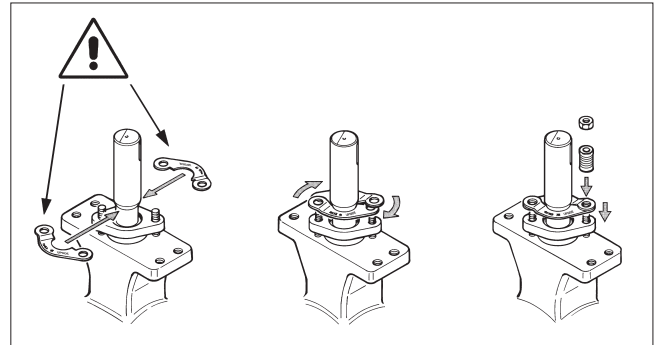

Abb. 10 Montage der Ausblassicherung.
- Lösen Sie die Muttern (25) und entfernen Sie die Klappenfedersätze (TALuft) (44), die Ausblassicherungen (42) und den Druckring (9).
- Entfernen Sie die alten Packungsringe (20). Beschädigen Sie nicht die Oberflächen der Packungsringmulde und die Welle. Der Anti-Extrusionsring (22) muss nicht ausgetauscht werden.
- Montieren Sie die Ausblassicherungen mit dem Text „UPSITE“ nach oben (siehe Abb. 10).